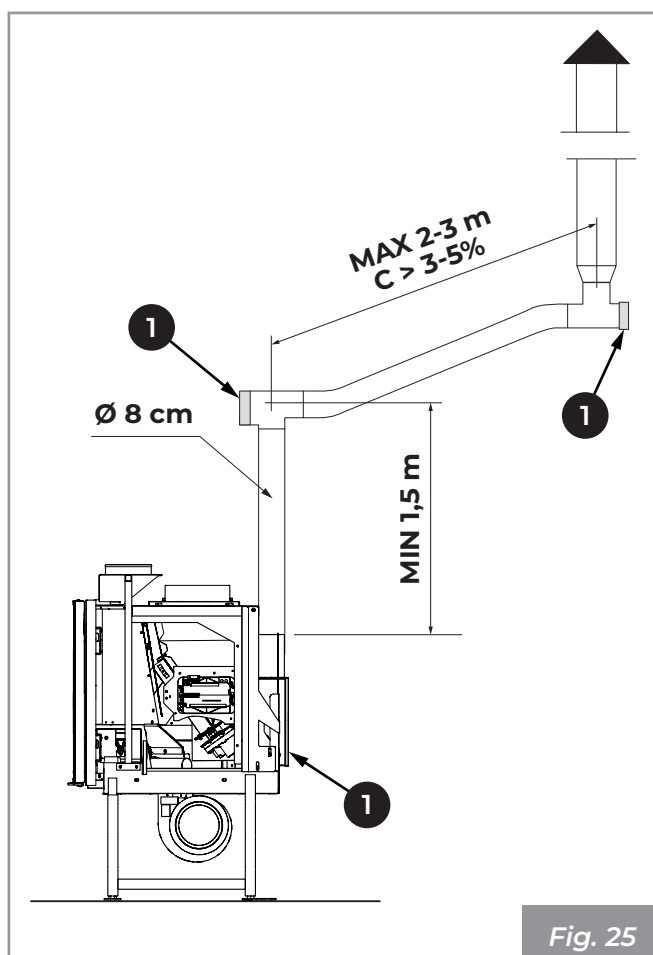

Fig. 25
Il est recommandé d'effectuer au maximum 3 changements de direction, en plus de celle résultant du raccordement arrière de l'appareil à la cheminée, en utilisant des coudes à 45 - 90° ou des raccords en T (**Fig. 25**).
Toujours utiliser un raccord en T avec un bouchon d'inspection (1) à chaque variation horizontale et verticale du parcours du conduit d'évacuation des fumées (**Fig. 25**).
Les sections horizontales doivent avoir une longueur maximum de 2-3 m avec une inclinaison vers le haut de 3-5% (**Fig. 25**).